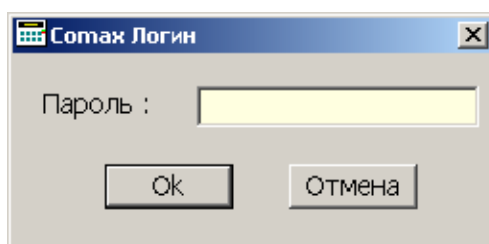

Рисунок 7 - Экран приглашения «Сотах Логин»
2.3.5 Для запуска программы введите один из предустановленных паролей пользователей в приглашении «Сотах Логин» (см. Рисунок 7).